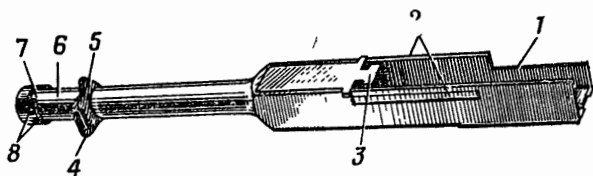

Рис. 36. Трубка газового поршня
20. Трубка газового поршня (рис. 36) служит для направления движения затворной рамы с газовым поршнем и для крепления сошки.